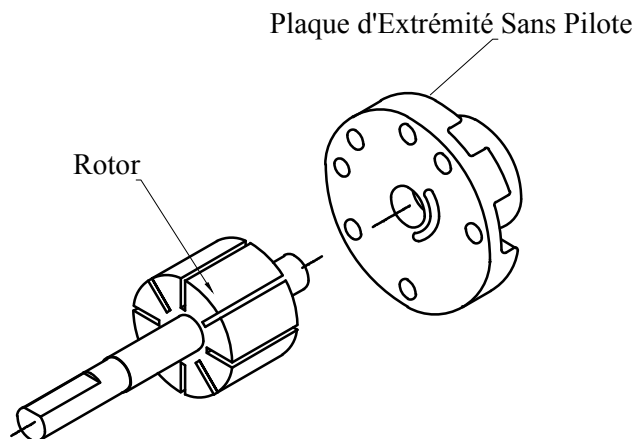

Fig. 4
7. Tirez le rotor et retirez le plateau final du non-drive. Reportez-vous sur la figure .4.